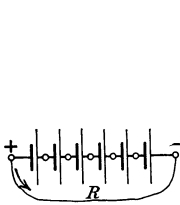
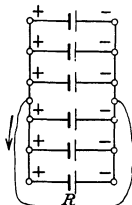

Abb. 26. Hintereinanderschaltung von Elementen.
Abb. 27. Parallelschaltung von Elementen.
Elemente können entweder alle in Reihenschaltung (Hintereinanderschaltung) (Abb. 26) oder in Parallelschaltung (Abb. 27) oder in Reihenparallelschaltung (auch gemischte Schaltung genannt) (Abb. 28a u. b) verbunden werden. Ist  $E$  die EMK,  $R_i$  der innere Widerstand eines Ele-
mentes,  $n$  die Anzahl der hintereinandergeschalteten Elemente, so ist für Abb. 26
Ist in Abb. 27  $m$  die Anzahl der parallelgeschalteten Elemente, so wird
- alle Elemente nach Abb. 26 hintereinandergeschaltet werden,
- alle Elemente nach Abb. 27 parallelgeschaltet werden,